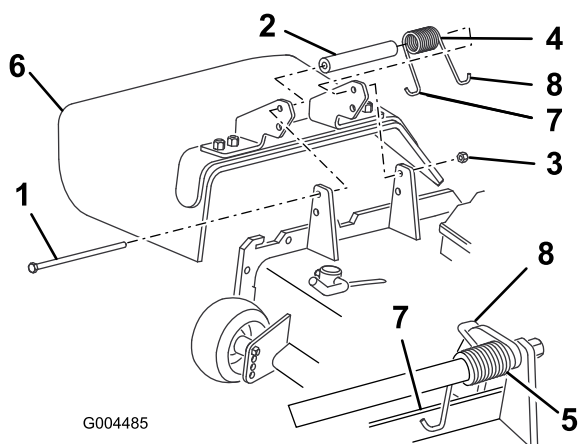

Figura 78
2. Retire la contratuerca, el perno, el muelle y el espaciador que sujetan el deflector a los soportes de pivote (Figura 78). Retire el deflector de hierba dañado o desgastado.
- Coloque el espaciador y el muelle entre los soportes del deflector de hierba nuevo (Figura 78). Coloque el gancho en J del extremo izquierdo del muelle detrás del reborde de la carcasa.
Nota: Asegúrese de colocar el gancho en J del extremo izquierdo del muelle detrás del reborde de la carcasa antes de instalar el perno, según muestra Figura 78.
- Instale el perno y la tuerca. Coloque el extremo derecho en J del muelle alrededor del deflector de hierba (Figura 78).